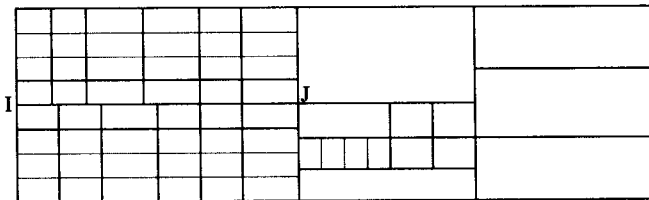

图 1-24 修剪标题栏的结果
(9) 单击“修改”工具栏中的“修剪”按钮, 利用“修剪”命令, 修剪标题栏的左侧区域, 选择直线 IJ 为修剪边界对象, 修剪结果如图 1-24 所示。